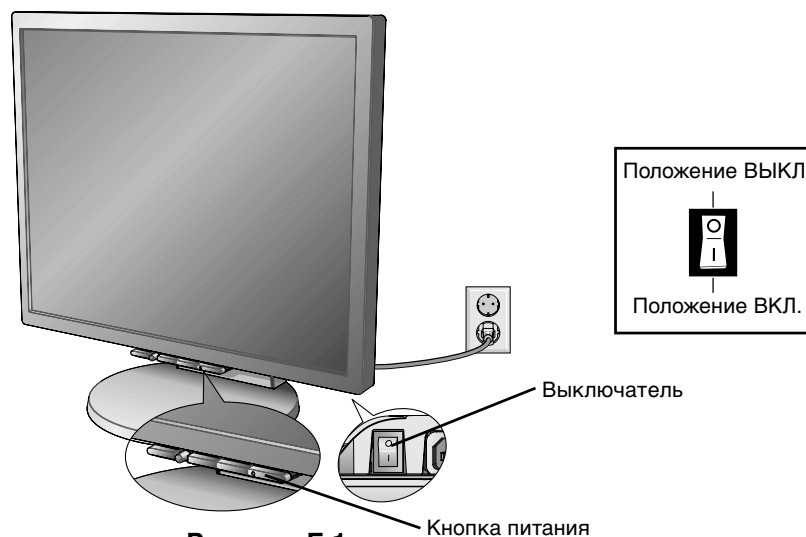

Рисунок E.1
8. Подключите кабель питания к розетке электропитания (**Рисунок E.1**).
9. Выключатель с обратной стороны монитора должен быть включен (**Рисунок E.1**). Включите монитор с помощью кнопки питания на передней панели и компьютер.